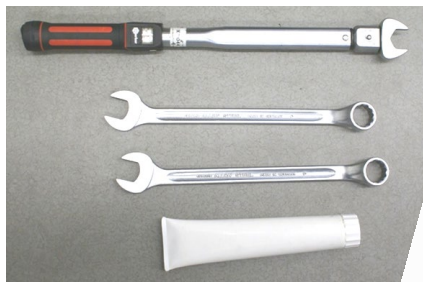

Figura 1
- Per gli utensili e gli ausili richiesti si veda figura 1; incl. quadro di manovra SW17, chiave dinamometrica e prolunghe (250 mm con escursione per regolazione altezza pos. 8, 750 mm per le tre viti pos. 11 per la guarnizione trapezoidale pos.10)